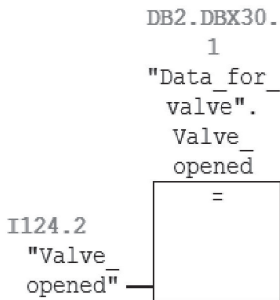

Рис. 2.29. Запись значений конечных выключателей в DB2
8. Организуем запись значений концевых выключателей в DB2 (рис. 2.29).